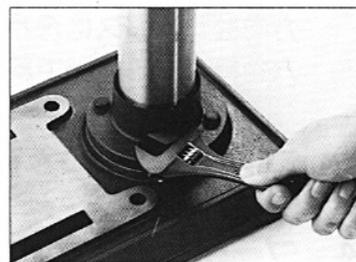

図1
①ベースの上に②支柱をたて、4つの穴を合わせて下さい。③12mm径ボルトで4カ所を締めて下さい。図1